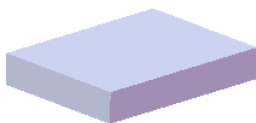
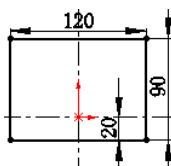

图 17.11.3 凸台—拉伸 1
图 17.11.4 横断面草图
Step2. 创建图 17.11.3 所示的零件基础特征——凸台—拉伸 1。选择下拉菜单 **插入(I)** → **凸台/基体(B)** → **拉伸(E)...** 命令；选取前视基准面作为草图平面，绘制图 17.11.4 所示的横断面草图；采用系统默认的深度方向。在 **方向1** 区域的下拉列表中选择 **给定深度** 选项，输入深度值 20.0。单击 **✓** 按钮，完成凸台—拉伸 1 的创建。